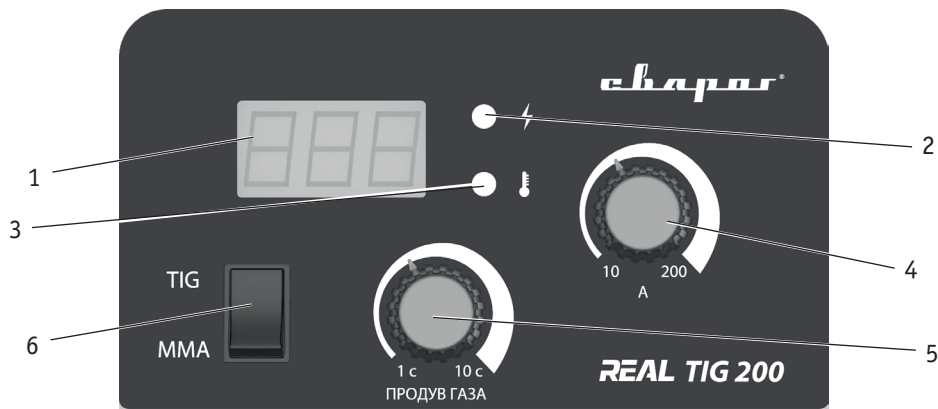

Рис. 7.1. Передняя панель.
8. Выберите кнопкой режим TIG сварки (п. 6, рис. 7.1).
9. С помощью регуляторов (п. 4, п. 5, рис. 7.1) установите необходимые значения параметров сварки.